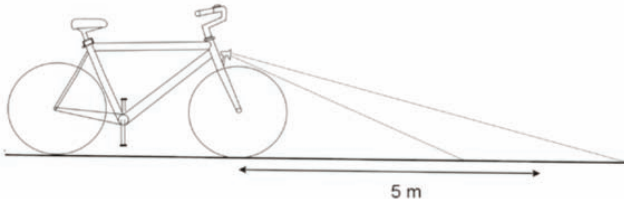

Abb. 14
- Achten Sie darauf, dass der Frontscheinwerfer (16) andere Verkehrsteilnehmer nicht blenden kann. Unfallgefahr! Der Scheinwerfer muss so eingestellt sein, dass der Lichtkegel in 5 m Entfernung vor dem Scheinwerfer nur noch halb so hoch liegt wie bei seinem Austritt (Abb. 14).